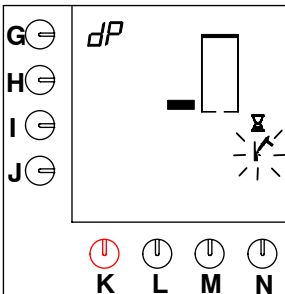

Fig. 25 Espere para que actúe el descalcificador
- Cuando el agua se ha calentado, el display muestra un reloj de arena y un símbolo de martillo intermitente, vea fig. 25 . A continuación viene un periodo de 5 minutos de espera para permitir la actuación del descalcificador.